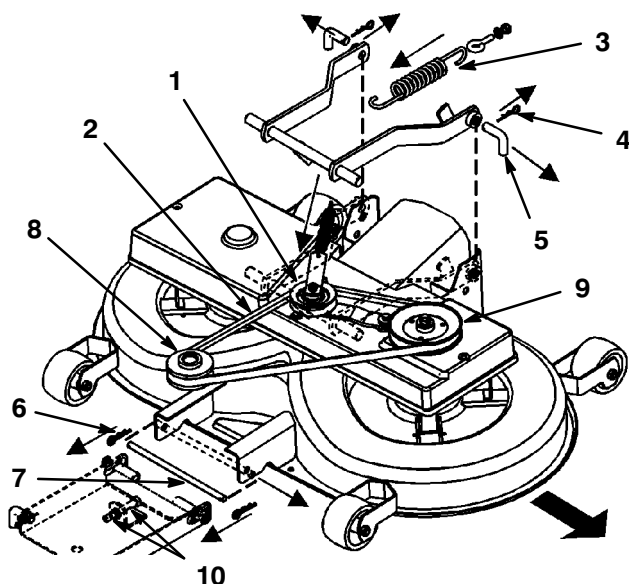

Abbildung 41
3. Den Führungsrollenarm hereinziehen und den V-Riemen von der Riemenscheibe abnehmen (Abb. 41).
4. Die Feder vom Einrückhebel lösen (Abb. 41).
6. Die Haarnadelklemmen von den beiden hinteren Stiften und die Stifte entfernen (Abb. 41). Zum Herausziehen des zweiten Stifts ist u. U. eine Zange erforderlich.
7. Die Haarnadelklemme vom vorderen Stift und den Stift entfernen (Abb. 41).
8. Den V-Riemen von der Motorriemenscheibe entfernen (Abb. 41).
2. V-Riemenscheibe und Führungsrollenarm ausbauen (Abb. 41).
2. Den unteren Stift der vorderen Aufhängung in die untere Schlitzposition umpositionieren, indem die beiden M12-Muttern an der vorderen Aufhängung entsprechend verstellt werden (Abb. 41).